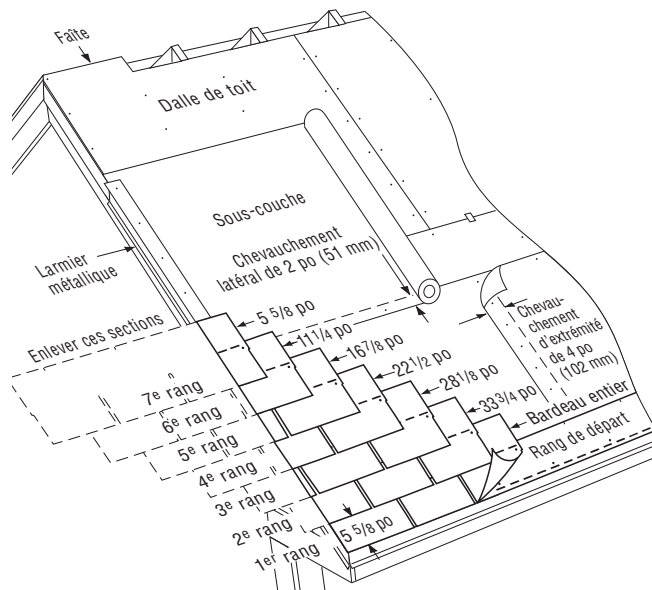

Figure 10-14 : Pose des sept premiers rangs sur une pente standard.
PREMIER RANG : Poser un bardeau entier sur le coin inférieur gauche du toit. Aligner les jupes à égalité avec le bord du rang de départ. De cette façon, l'adhésif de la bande de départ adhèrera aux jupes du premier rang et les empêchera de se soulever par grand vent (figure 10-14).
1. Retrancher 5 5/8 po (14,3 cm) du côté gauche d'un bardeau et poser la pièce de 33 3/4 po (86 cm) restante par-dessus et au-dessus du bardeau du premier rang, en l'alignant avec le bord gauche du rang de départ (figure 10-14).
2. Enlever 11 1/4 po (28,6 cm) du premier bardeau du troisième rang, 16 7/8 po (43 cm) du premier bardeau du quatrième rang, 22 1/2 po (57 cm) du premier bardeau du cinquième rang, 28 1/8 po (71,4 cm) du premier bardeau du sixième rang et 33 3/4 po (86 cm) du premier bardeau du septième rang. Poser chacun de ces bardeaux en alignant son côté gauche avec le rang précédent (figure 10-14).